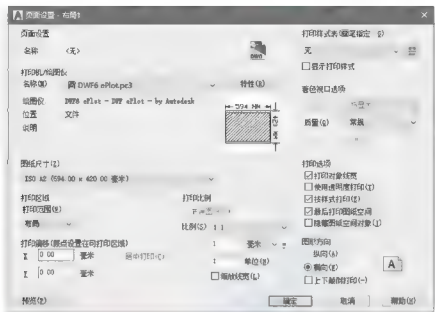

图 5.62 设置【打印-模型】对话框
(6) 执行菜单栏中的【文件】|【打印】命令,打开【打印-模型】对话框,按照图 5.62 所示设置该对话框。